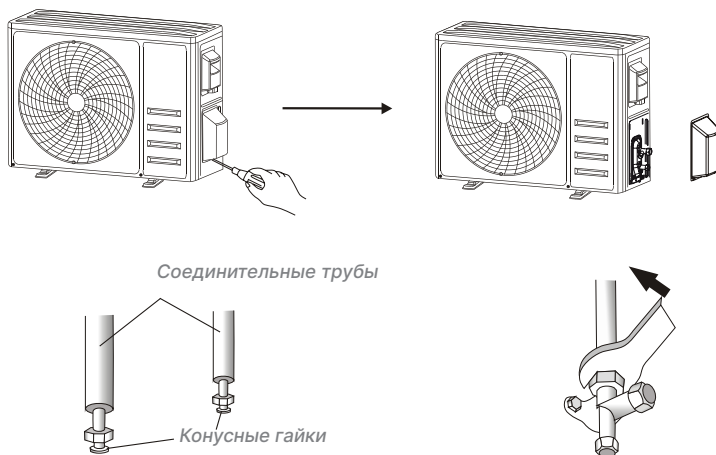

Рисунок 19 — Подключение труб хладагента к внешнему блоку
- Открутите крышку клапана, возьмитесь за крышку и аккуратно нажмите вниз, чтобы снять ее (рисунок 19).
- Проверните конусные гайки соединительных труб и затяните гайки вручную как можно туже (рисунок 19).